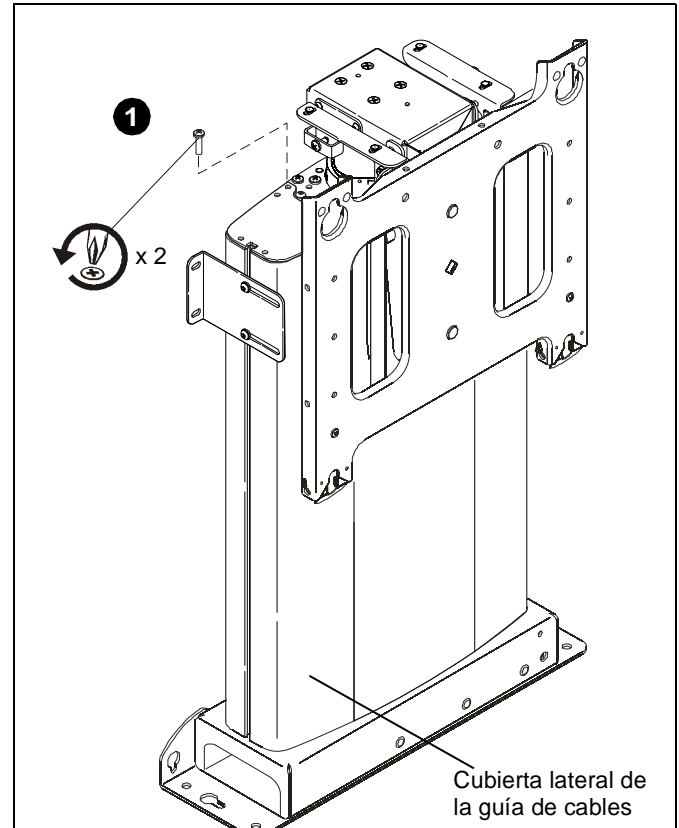

Figura 8
2. Aparte los tornillos para utilizarlos luego. (Consulte la Figura 8).